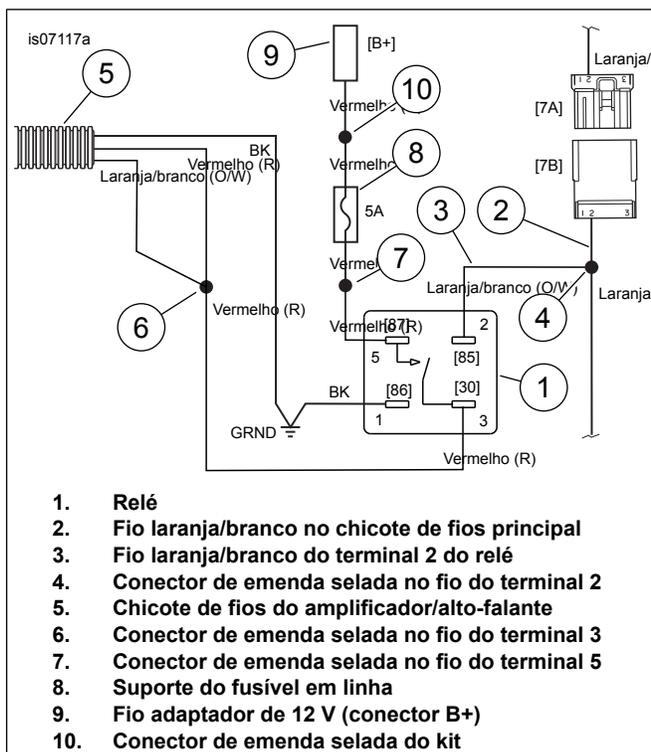
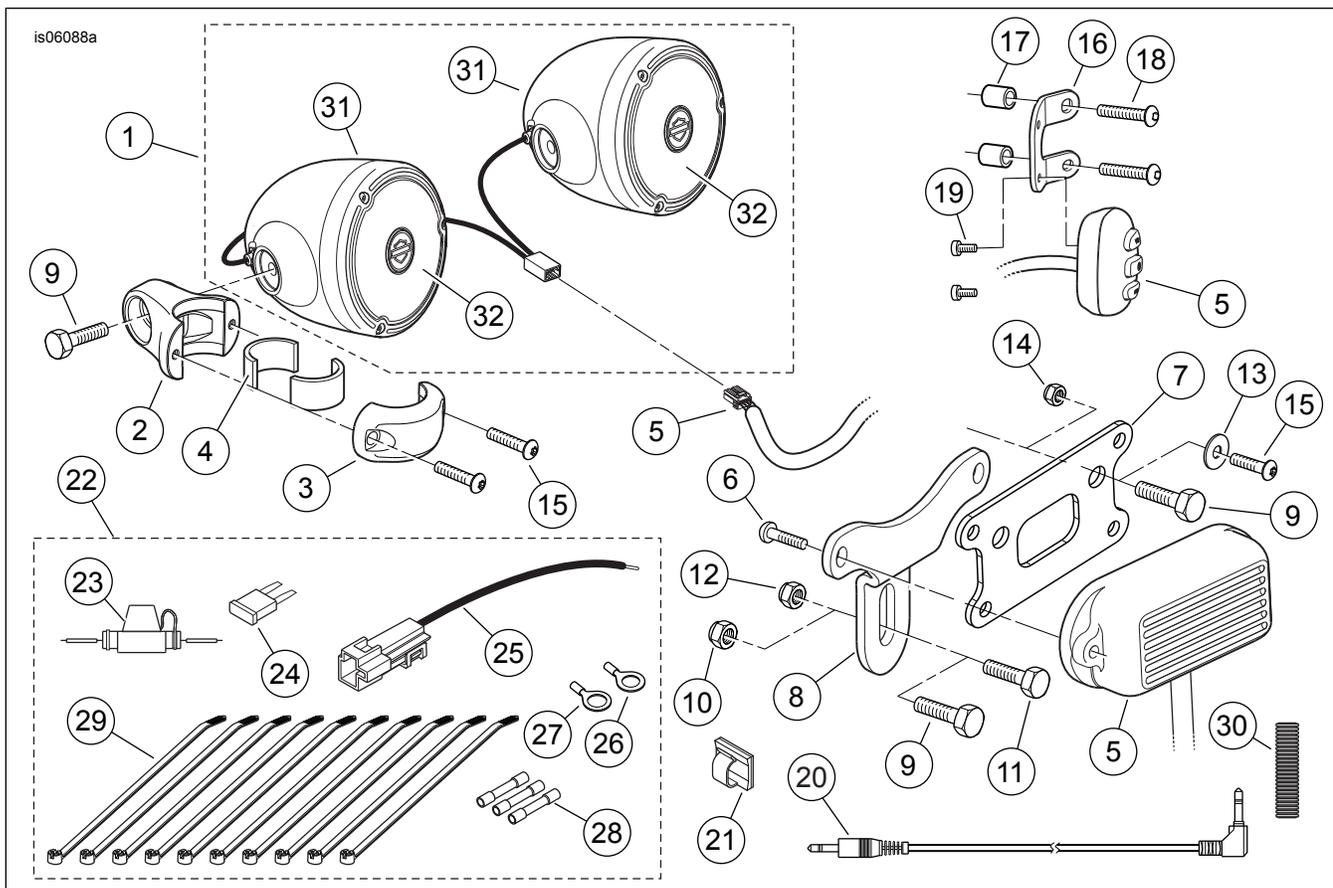

Figura 5. Diagrama da fiação, chicote de fios do alto-falante/amplificador até o relé
Figura 7. Kits de peças de reposição, amplificador e alto-falante montados no guidom
2. Veja Figura 7. Pegue o pacote de eletroferragens (22) **DESSE** kit.
3. Selecione o suporte do fusível em linha (23) e um conector de emenda selada (28) do pacote de ferragens.
5. Veja Figura 5. Encontre o local apropriado sob o assento para o relé (1), de modo que os terminais fiquem voltados para **baixo ou horizontalmente**. Os terminais não devem ficar voltados para cima.
6. Corte o fio **laranja/branco** (2) no chicote de fios elétrico principal próximo ao conector do farol traseiro [7].
7. Consulte o apêndice do manual de serviço. Use um dispositivo de aquecimento por radiação adequado para emendar e vedar os dois fios laranja/brancos cortados no conector de emenda selada (4) no fio laranja/branco (3) do terminal 2 do relé.
13. Veja Figura 7. Selecione um terminal de anel do pacote de eletroferragens.
- **Modelos Dyna Wide Glide:** use o terminal ID 7,9 mm (5/16 in) (27).
- **Todos os modelos EXCETO Dyna Wide Glide:** use o terminal ID 6,4 mm (1/4 in) (26).
2. Enrole o excesso de fios sob o tanque de combustível, dentro da nacela ou sob o prendedor do guidom, onde não há interferência no funcionamento da direção. Instale o fusível 5A (24) no suporte do fusível em linha no fio vermelho.
5. Veja Figura 7. O conector de 3,5 mm do controle manual pode ser preso ao guidom com abraçadeiras ou pode ser preso ao prendedor triplo superior ou à nacela com a presilha com parte traseira adesiva (21) do kit. Se usar a presilha: